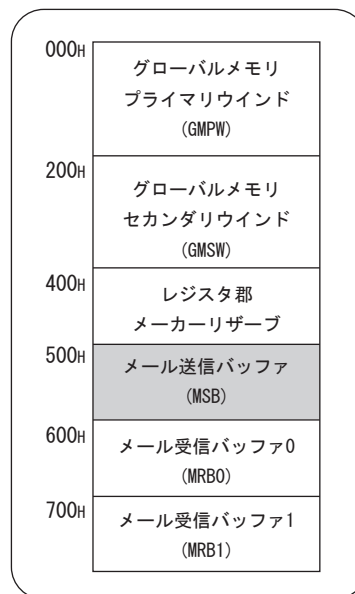

図 4.23 メール送信バッファ
- ① MSCR (Mail Send Control Register) のビット 14 (SEND) が “0” である時に、送信するデータセットを、MSB の先頭アドレスから順にライトします (図 4.23 参照)。